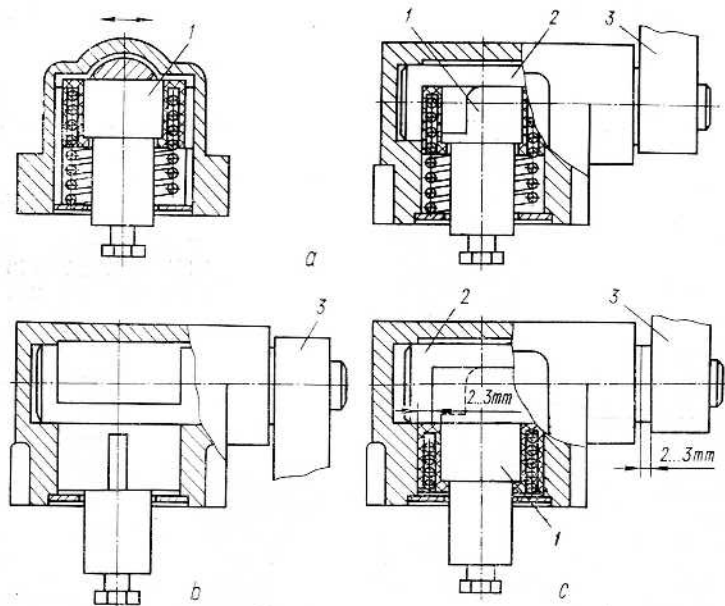
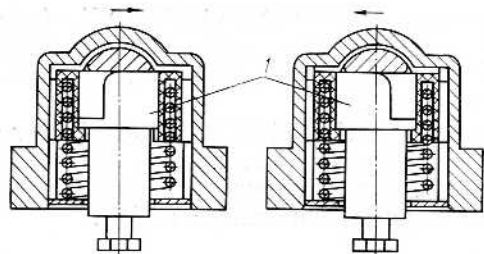

Рис. 8. Привод рычаг с роликом
Рис. 9. Привод селективный
3.4. У выключателей с приводом рычаг с роликом (рис. 8, а) двустороннего действия угол установки рычага может при необходимости изменяться.
Устройство выключателя позволяет производить переустановку ролика на вторую ступень и привода на селективный (рис. 9). Для перестройки привода на селективный с рабочим ходом влево или вправо необходимо повернуть рычаг на угол 180° (рис. 8, б), выдвинуть вал на 2...3 мм и повернуть рычаг в исходное положение (рис. 8, с), толкатель поднять до упора, повернуть его на угол 90° влево или вправо (рис. 9) и отпустить в исходное положение, после чего нажатием на вал повернуть его в исходное положение до защелкивания пружины.